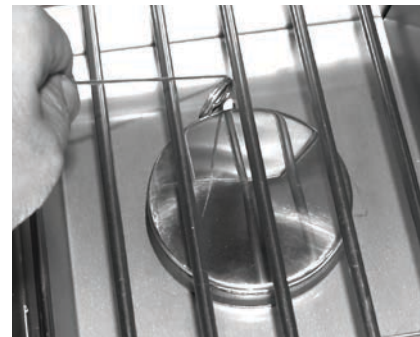

Fig. 22-2 - Éclairage manuel
2. Insérez un allumeur brûlant de butane de long-baril, une allumette brûlante de long-tige, ou une allumette brûlante tenue par un support de prolongation de fil par la grille à cuire s'ouvrant au brûleur (fig. 22-2). Tenez la flamme contre le bord du brûleur.
4. Si le brûleur ne se allume pas dans les cinq (5) secondes de tourner le bouton de commande, enfoncez immédiatement le bouton et tournez la valve à AU LOIN. **ATTENDEZ CINQ (5) MINUTES** avant de répéter les étapes 2 à 4 des instructions manuelles d'éclairage.